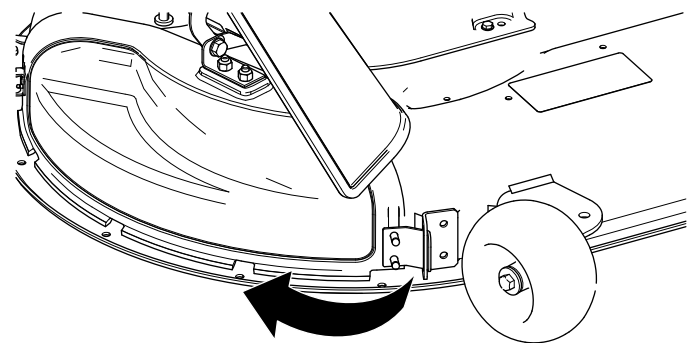

Bild 14
4. Drehen Sie die Auswurfkanalabdeckung nach hinten und zum Mähwerk, sodass die Auswurfkanalabdeckung mit dem Mähwerk bündig ist (**Bild 14**).